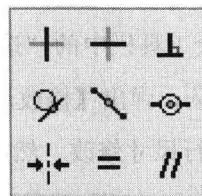
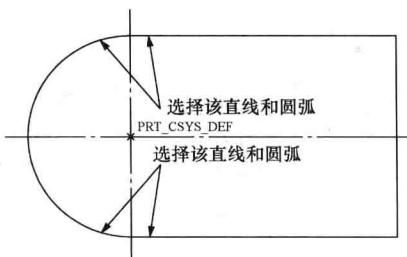

图 1-17 约束工具条
图 1-18 相切约束设置
4) 单击工具栏中的“垂直约束”按钮 右侧的“下拉”按钮 , 打开约束工具条，如图 1-17 所示。单击“相切”按钮 , 使图中的两直线与圆弧相切，如图 1-18 所示。